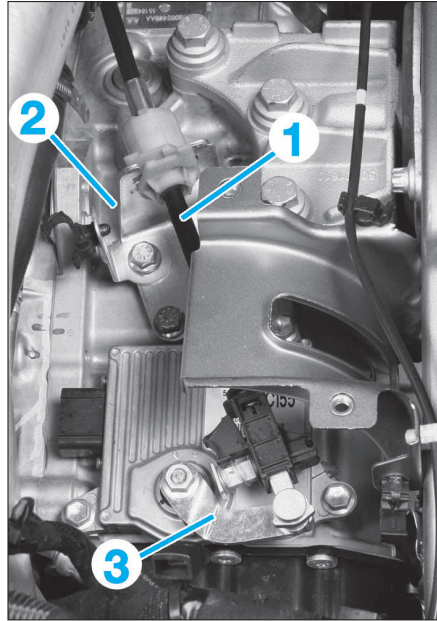
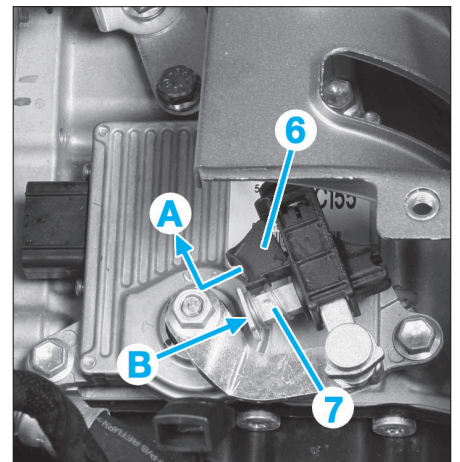

FIG. 14
FIG. 17
- Décliper le câble (1) du support (2) et du levier sélecteur (3) (Fig.14).
- Agraffer le câble (1) sur le support (2) (Fig.14).
- Reposer le câble (1) sur la rotule du levier sélecteur (3).
- Armer le dispositif de réglage automatique situé sur le câble de sélection de vitesses en tirant vers l'arrière le dispositif (6) (flèche A) puis en comprimant le ressort de verrouillage (7) (flèche B). Relâcher ensuite le dispositif (6) afin de maintenir en position le ressort de verrouillage (7) (Fig.17).